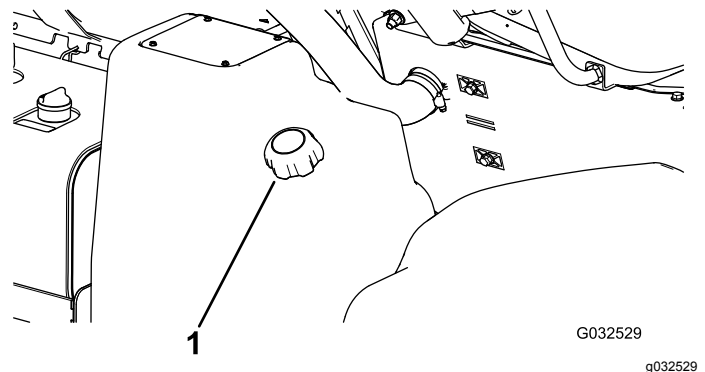

Figure 19
2. Nettoyez la surface autour du bouchon du réservoir de carburant (Figure 19).